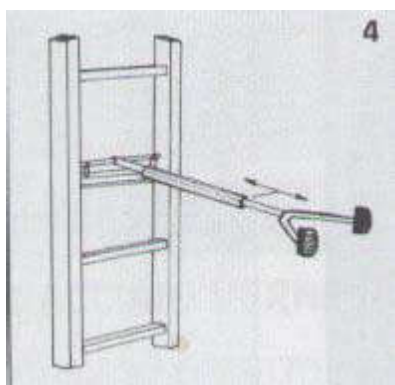

figura 4
4) **Scale ad elementi innestabili:** la lunghezza della scala in opera non deve superare i 15 m; le scale in opera lunghe più di 8 m devono essere munite di rompitratta per ridurre la freccia di inflessione. (Figura 4.)